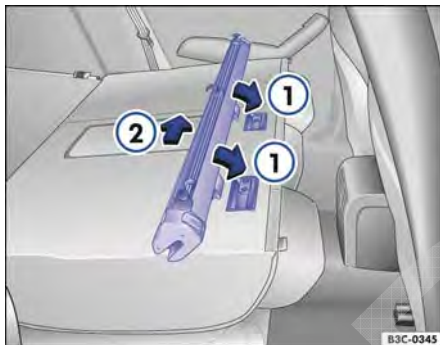

Fig. 240 Instalar a rede divisória nos encostos do banco traseiro.
- Colocar a carcaça da rede divisória nos entalhes dos trilhos de suporte → Fig. 240 ①.
- Empurrar a caixa da rede divisória para o lado esquerdo do veículo até o encosto → Fig. 240 ②.
- Puxar a rede divisória contra a direção da seta → Fig. 240 ② em aproximadamente 5 cm.
- Retirar a carcaça da rede divisória dos trilhos de suporte → Fig. 240 ①.